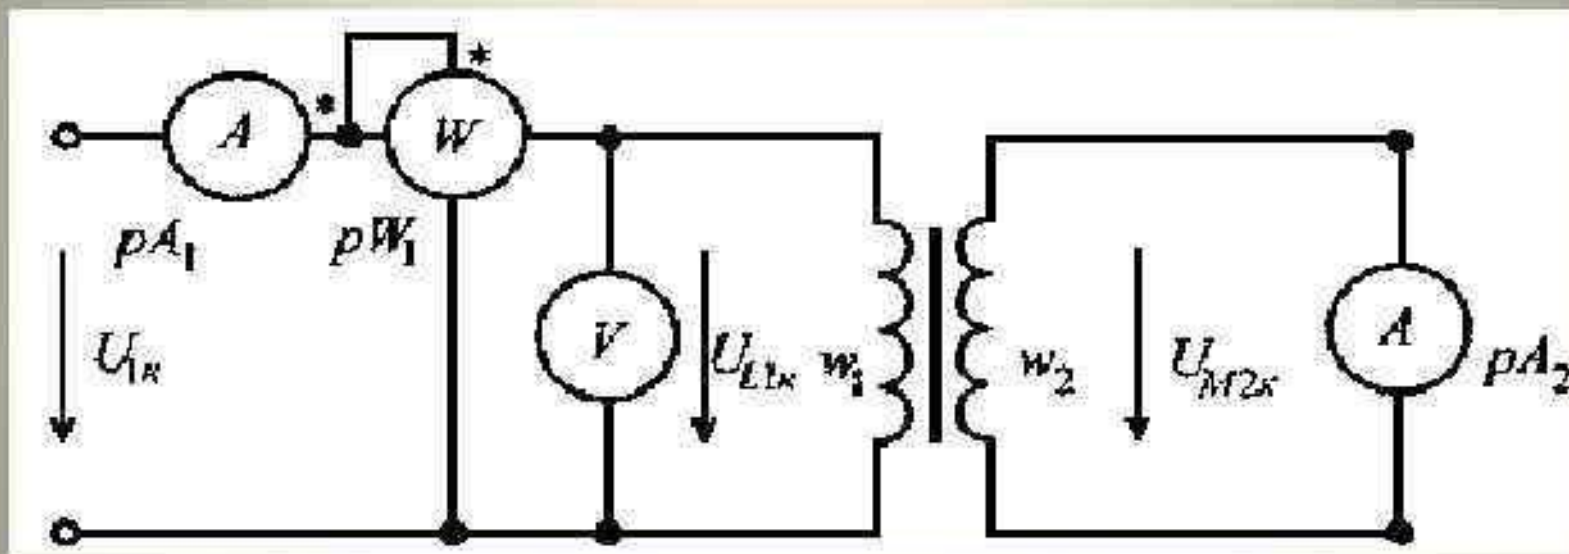

Рис. 4.5. Схема электрической цепи для проведения опыта короткого замыкания трансформатора
- Опыт короткого замыкания (рис. 4.5), как и опыт холостого хода, обязателен при заводских испытаниях